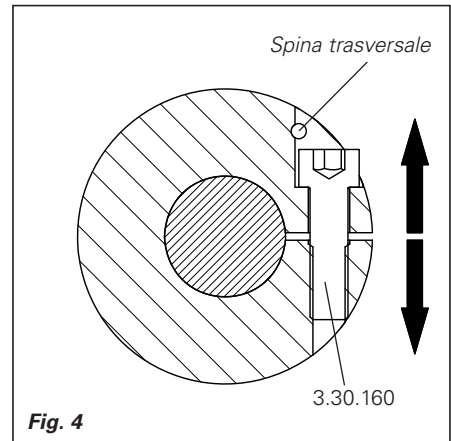

Fig. 4
- Se non si riesce ad introdurre l'albero motore, allentare la vite di bloccaggio (3.30.160) di circa un quarto di giro rispetto alla spina trasversale, in maniera tale che il mozzo si allarghi (vedere fig. 4).